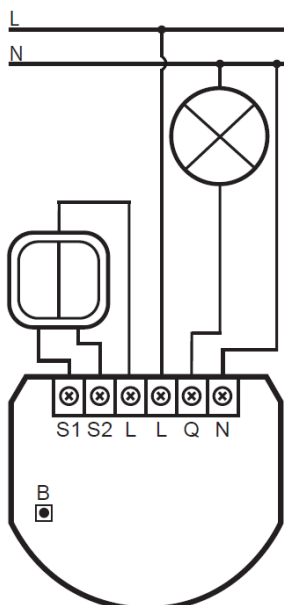

Figura 1: Esempio di connessione di SingleSwitch-Control
- Collegare solo come mostrato nella Figura 1 qui sotto. Un collegamento errato può causare rischi per la salute, la vita o danni materiali.
3. Collegare come mostrato nella Figura 1.